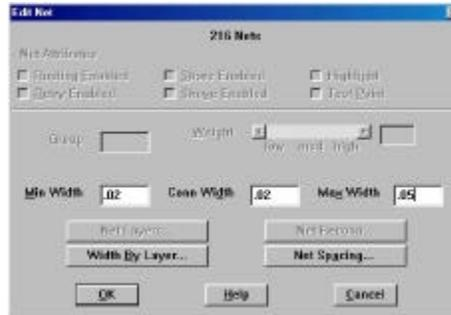

Figura 4.26 Ventana de edición de las pistas.
- 3 En la caja de dialogo *Edit Net* modifique las propiedades de las pistas (ver figura 4.26).